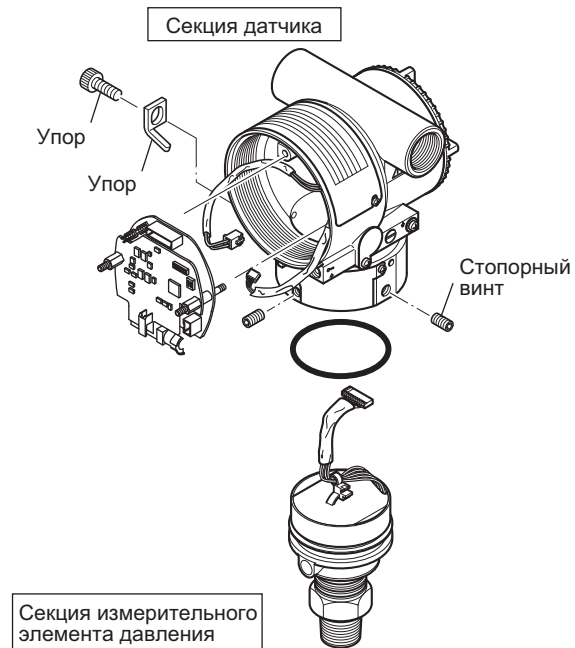

Рисунок 8.4 Монтаж и демонтаж секции измерительного элемента давления
2. Выверните два крепежных винта, соединяющих секцию преобразователя и секцию измерительного элемента давления, и вытащите стопорные винты упора и сам упор (см. Рисунок 8.4).